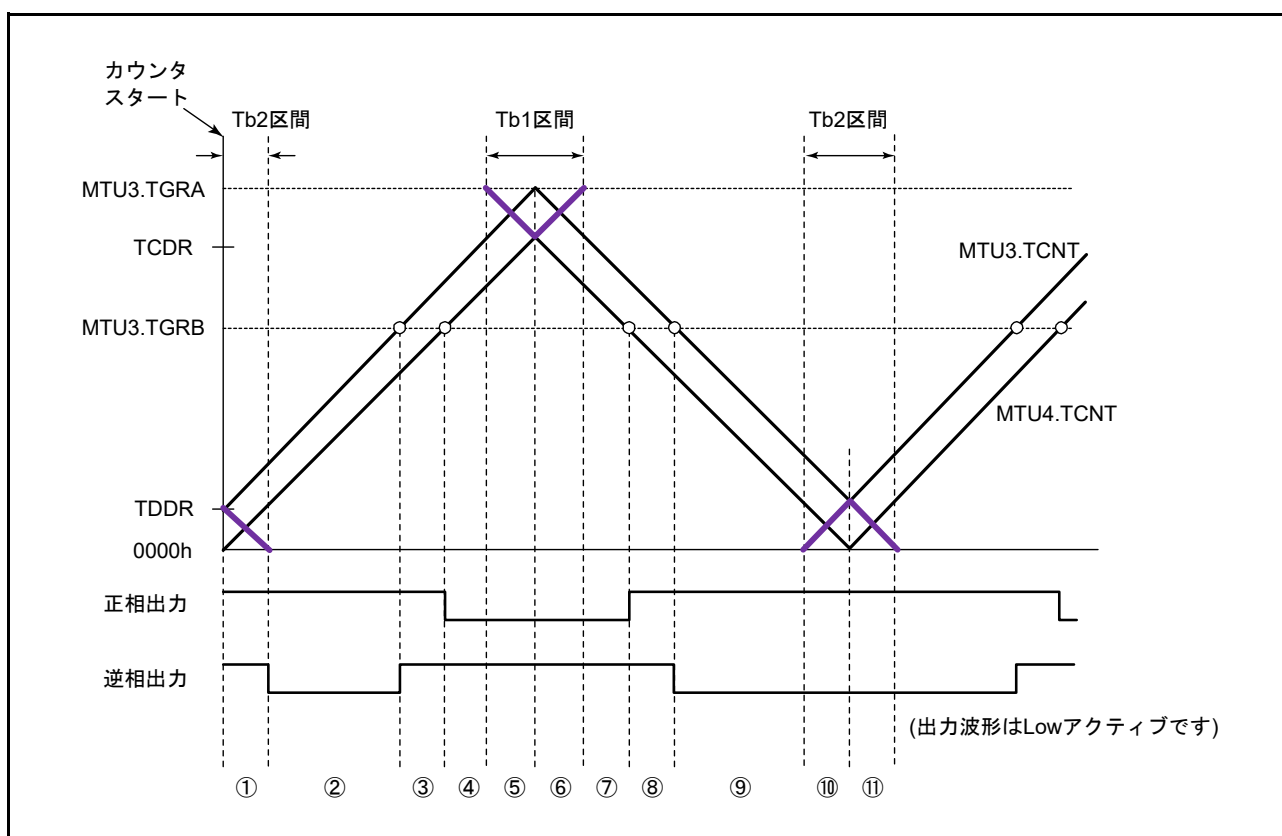

図 23.56 同期カウンタクリアタイミング
TWCR.WRE ビットを“1”に設定することで初期出力を抑止することができるのは、同期クリアが図 23.56 の⑩、⑪のような Tb2 区間に入ってきたときのみです。それ以外のタイミングで同期クリアが起こった場合は、TOCR1.OLSN, OLSP ビットで設定した初期値が出力されます。また、Tb2 区間であっても、図 23.56 の①で示すカウンタスタート直後の初期出力期間で同期クリアが起こった場合には、初期出力の抑止は行いません。
(図 23.56 のタイミング⑥、TWCR.WRE ビット = 1)
(図 23.56 のタイミング⑧、TWCR.WRE ビット = 1)
(図 23.56 のタイミング①、TWCR.WRE ビット = 1)